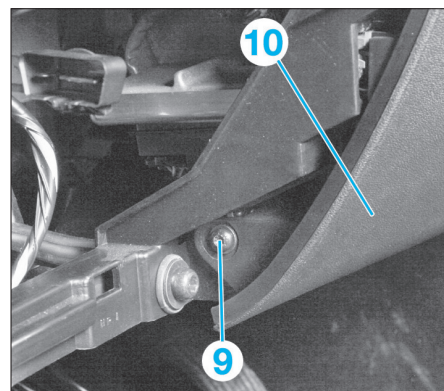

FIG. 8
- Dévisser la vis (9) de la garniture inférieure (10) gauche de la colonne de direction (Fig.8).